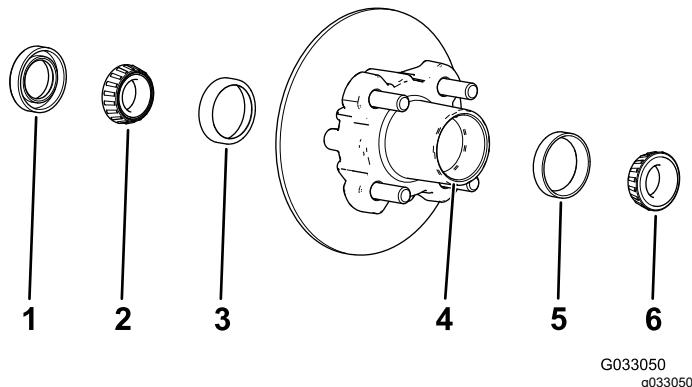

Figura 29
1. Retire el cojinete exterior y el anillo de rodadura del cubo (Figura 29).
2. Retire la junta y el cojinete interior del cubo (Figura 29).
5. Limpie el hueco del cubo para eliminar cualquier resto de grasa, suciedad y residuos (Figura 29).
7. Llene el hueco del cubo hasta un 50–80 % de su capacidad con grasa del tipo especificado (Figura 29).
8. Monte el cojinete interior sobre el anillo en el lado interior del cubo e instale la junta (Figura 29).